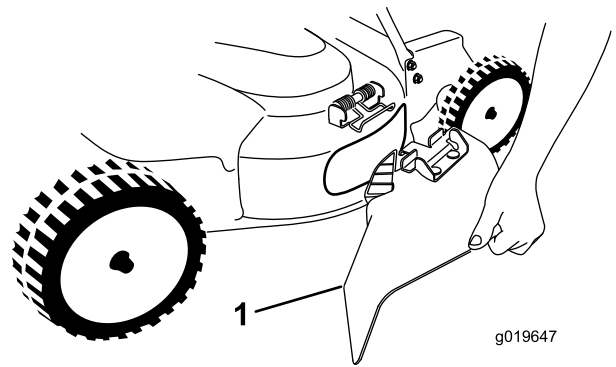

Figure 24
5. Pour monter la goulotte d'éjection latérale (Figure 24), tirez sur le ressort, placez la goulotte sur l'ouverture et abaissez le ressort sur les pattes en haut de la goulotte.